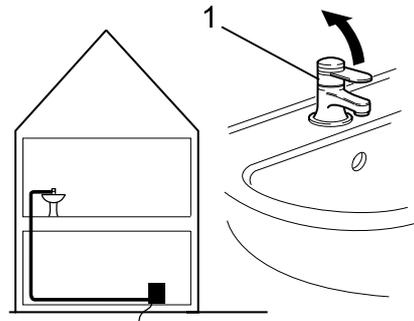

Abb. 8
- Brauchwasserleitung über Kaltwassereinlauf füllen, dabei Zapfstellen öffnen (Abb. 8).
- Öffnen Sie eine Warmwasserzapfstelle (Abb. 8, Pos.1) um den Speicher-Wassererwärmer drucklos zu machen.